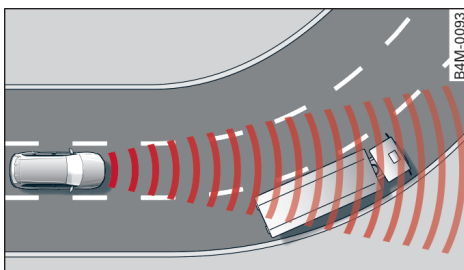

图 101 实例：驶入弯道
- 在进入弯道⇒图 101 和驶出弯道时，系统可能对相邻车道上的车辆作出反应并导致车辆制动。可以短促踩踏行驶踏板防止降速。